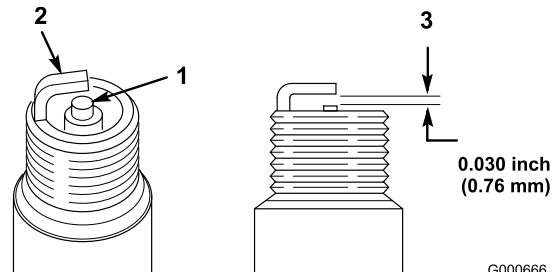

Bild 26
1. Sehen Sie sich die Mitte der Zündkerze an (Bild 26). Wenn der Kerzenstein hellbraun oder grau ist, ist der Motor richtig eingestellt. Eine schwarze Schicht am Kerzenstein weist normalerweise auf einen schmutzigen Luftfilter hin.
2. Prüfen Sie den Abstand zwischen der mittleren und der seitlichen Elektrode (Bild 26) und biegen Sie die seitliche Elektrode, wenn der Abstand falsch ist.